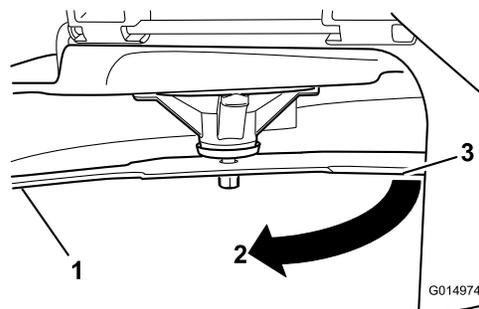

Рисунок 105
4. Поверните тот же нож на 180 градусов, чтобы теперь его противоположная режущая кромка была в том же положении (Рисунок 105).